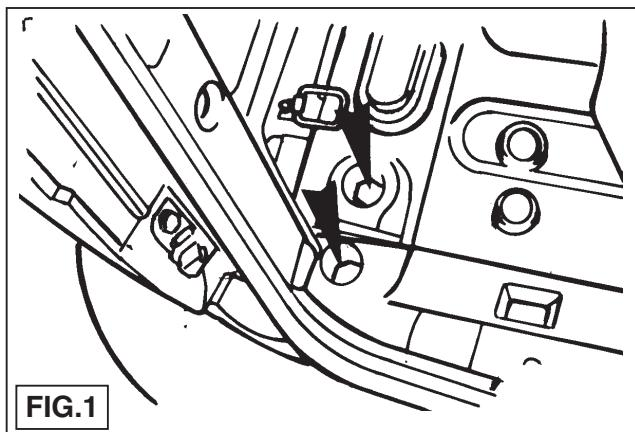
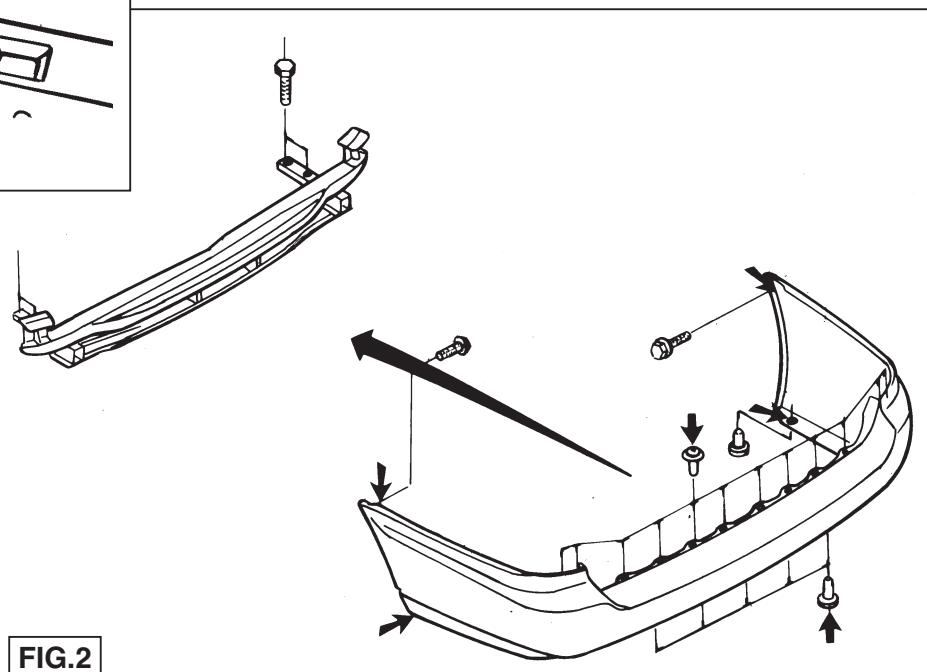

FIG.1
FIG.2
1. Den Kofferraumboden frei machen und die Stoßstangenträgerschrauben laut Fig.1, an beiden Seiten zweimal, abnehmen. Die entfernten Schrauben werden nicht wieder angebracht. Die Stoßstange entfernen. Die Stellen der abzunehmenden Punkte werden in Fig.2 angegeben. An beiden Seiten ist die Stoßstange mit einem Klicksystem montiert. Siehe Fig.3 und 4. Die Stoßstange laut Fig.5 abmontieren. Während der Montagehandlungen die Stoßstange nicht beschädigen!
Die in Fig.2 angegebene Innenverarbeitung aus Metall aus der Stoßstange herausnehmen. Die Metallinnensverarbeitung laut Fig.6 halbieren. Hierzu muß man an den angegebenen Punkten die Punktschweißung ø10mm durch bohren. Den oberen Teil laut Fig.7 auf die Kupplungskugel mit Halterung legen und mit vier M8x20-Schrauben inkl. Federringen und Unterlegscheiben befestigen. Der untere Teil wird nicht mehr benötigt.
1. Töm bagageutrymmets golv och avlägsna kofångarstödens bultar enligt fig. 1, på båda sidor 2x. De avlägsnade bultarna sätts ej tillbaka. Avlägsna kofångaren. Ställena där bultarna skall lossas anges i fig. 2. På båda sidor har kofångaren monterats med ett snäppsystem. Se fig. 3 och fig. 4. Ta bort kofångaren enligt fig. 5. Skada inte kofångaren vid monteringsarbetet.
Avlägsna den i fig. 2 markerade inre metallmekanismen ur kofångaren. Dela denna inre mekanism itu. Härvid ska de angivna punktsets-punkterna borras ut till Ø10mm. Placera den övre delen enligt fig. 7 på dragkroken och montera den med fyra skruvar M8x20, inklusive plan- och fjäderbrickor. Den undre delen förfaller. Såga ut en del ur kofångaren enligt fig. 9.
1. Despejar el suelo del maletero y retirar los tornillos del soporte del parachoques de acuerdo a la fig. 1, a ambos lados dos veces. Los tornillos retirados no se vuelven a poner. Retirar el parachoques. Los lugares donde se encuentran los puntos a soltar se indican en la fig. 2. El parachoques está montado en ambos lados por medio de un sistema de fijación clic. Consultese las figuras 3 y 4. Desprender el parachoques de acuerdo a la fig. 5. No dañar el parachoques en estas operaciones de montaje.
Retirar la parte interior de metal del parachoques indicada en la fig. 2. Dividir en dos la parte interior de metal de acuerdo a la fig. 6. Para ello se perforarán con el taladro los puntos indicados de soldadura por puntos hasta Ø10mm. Situar la parte superior en el gancho de remolque de acuerdo con la fig. 7 y fijar con cuatro tornillos M8x20 inclusive arandelas planas y grover. La parte inferior ya no se vuelve a usar. Serrar una parte del parachoques como se indica en la fig. 9.
1. Sgombrare il fondo del vano bagagli ed eliminare i bulloni di supporto dei paraurti in base alla fig.1 su entrambi i lati 2x. I bulloni eliminati non verranno rimontati al loro posto. Eliminare il paraurti. Le posizioni dei punti da allentare sono indicate in fig.2. Il paraurti è montato su entrambi i lati con un sistema a scatto. Si rimanda alle figg. 3 e 4. Estrarre il paraurti in base alle indicazioni in fig.5. Non danneggiare il paraurti durante le operazioni di montaggio.
Eliminare dal paraurti la sezione metallica interna indicata in fig.2. Dividere in due tale sezione interna in base alla fig.6. A tale scopo è indispensabile praticare dei fori del diametro di 10 mm nei punti di saldatura a pressione indicati. Collegare la parte superiore sul gancio da traino in base alla fig.7 e fissarla con l'ausilio di quattro bulloni M8x20 inclusivi di anelli di chiusura e a molla. La parte inferiore non viene più utilizzata. Segar via una parte del paraurti secondo le indicazioni in fig.9.